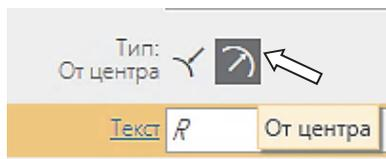

Рис. 3.10-1
3. Выбрать тип размерной линии с помощью кнопок **Тип** (рис. 3.10-1):